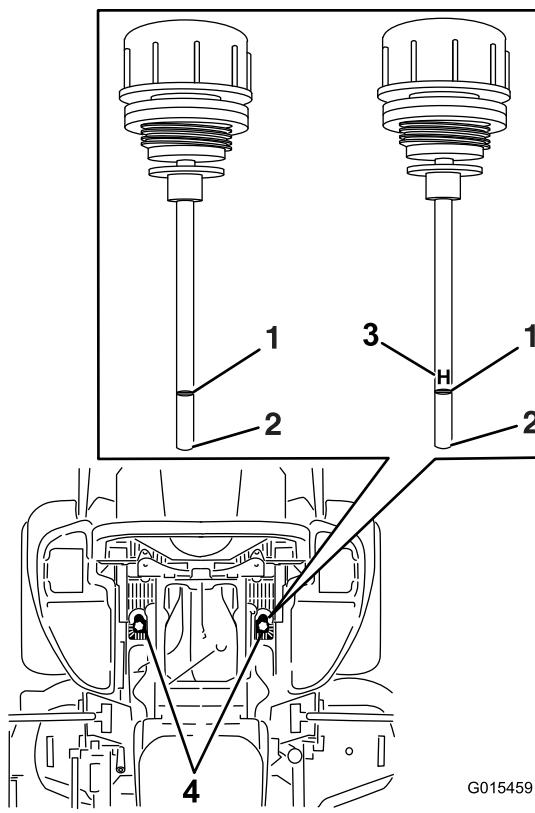

Figure 91
5. Nettoyez la surface autour des jauge des réservoirs du système hydraulique (Figure 91).
6. Sortez une jauge du réservoir hydraulique (Figure 91).
8. Ressortez la jauge et examinez l'extrémité (Figure 91).